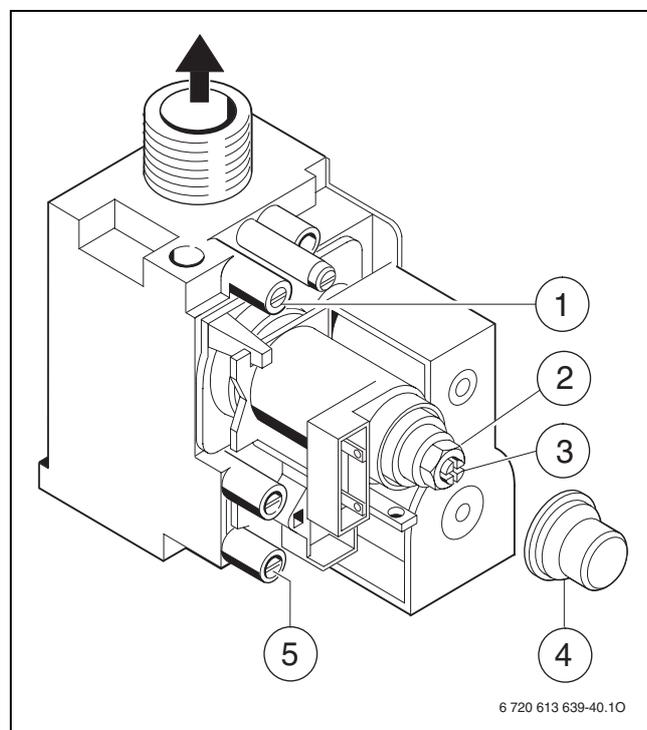

Fig. 38
- ▶ Allentare la vite di tenuta sul raccordo di misurazione per la pressione ugelli (1) e collegare il manometro gas (→ fig. 38).
- ▶ Rimuovere la copertura (4).
- ▶ Per la pressione ugelli indicata come «max» ricavare il valore dalla tabella pag. 62. Per quanto riguarda la pressione ugelli, impostare la quantità max di gas (2) tramite la vite di regolazione. La rotazione a destra corrisponde a più gas, la rotazione a sinistra a meno gas.